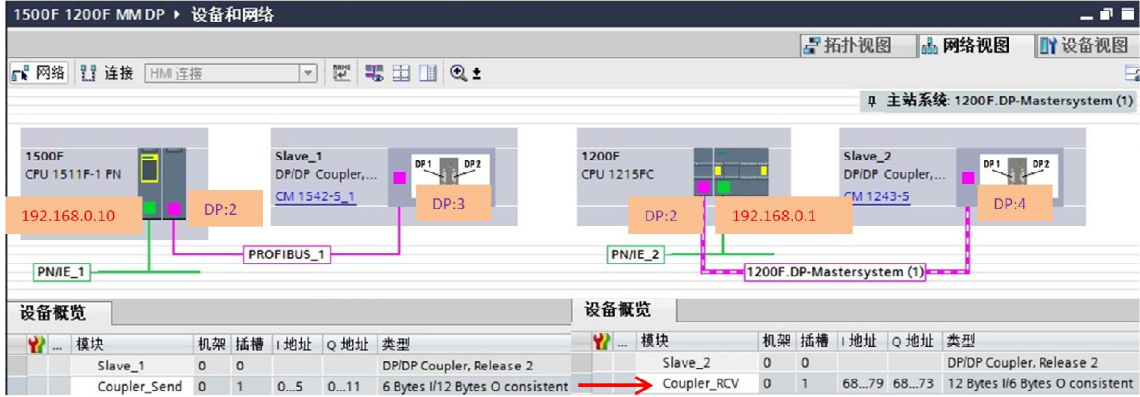

图 2-11 正确组态数据
11) 按照上述的方法，组态 S7-1215FC 的 CPU，增加 CM1243-5 模块，组态 DP/DP Coupler，建立一个接收条目（12 字节输入/6 字节输出），最终的组态结果，如图 2-11。实